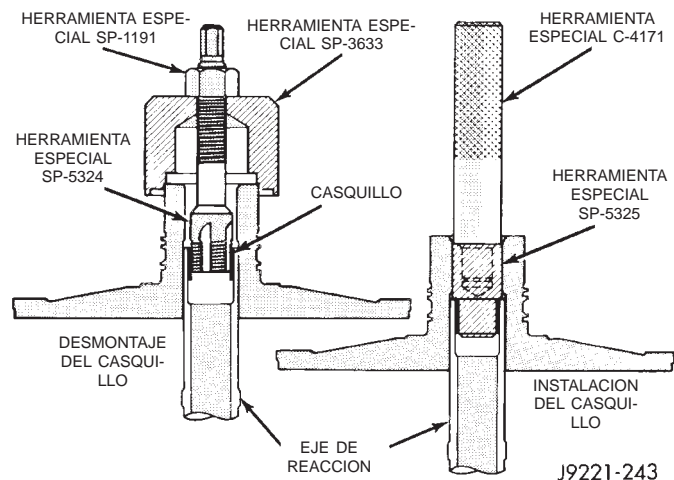

Fig. 128 Reemplazo del casquillo del soporte del eje de reacción
(1) Ensamble los extractores de casquillos SP-1191, 3633 y 5324 (Fig. 128). **No inmovilice ninguna pieza del eje de reacción o del soporte en la mordaza.**
(2) Sostenga la herramienta de copa SP-3633 firmemente contra el eje de reacción y enrosque el extractor SP-5324 en el casquillo con la mano, hasta donde le sea posible. Luego, con una llave, enrosque el extractor con 3 a 4 giros adicionales en el casquillo.
(3) Gire la tuerca hexagonal del extractor hacia abajo, contra la copa del extractor para extraer el
(4) Sujete levemente el casquillo viejo en la mordaza, o con alicates, y retire el extractor del casquillo.
(5) Ensamble las herramientas de instalación de casquillos C-4171 y SP-5325 (Fig. 128).
(6) Deslice el casquillo nuevo en la herramienta de instalación SP-5325.
(7) Coloque el soporte del eje de reacción en forma vertical sobre una superficie limpia y lisa.
(8) Alinee el casquillo en el hueco. Luego terraje el casquillo en su lugar hasta que el instalador de casquillos SP-5325 llegue al fondo.
(9) Limpie cuidadosamente el soporte del eje de reacción después de instalar el casquillo.